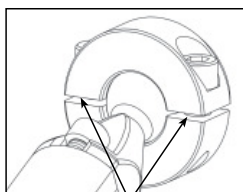

Fig. 2A Riktig stramming
- (Fig. 2A, 2B) Selv om de riflete kulene forhindrer uønsket bevegelse av puten, må kragene strammes jevnt for å oppnå full låseeffekt.